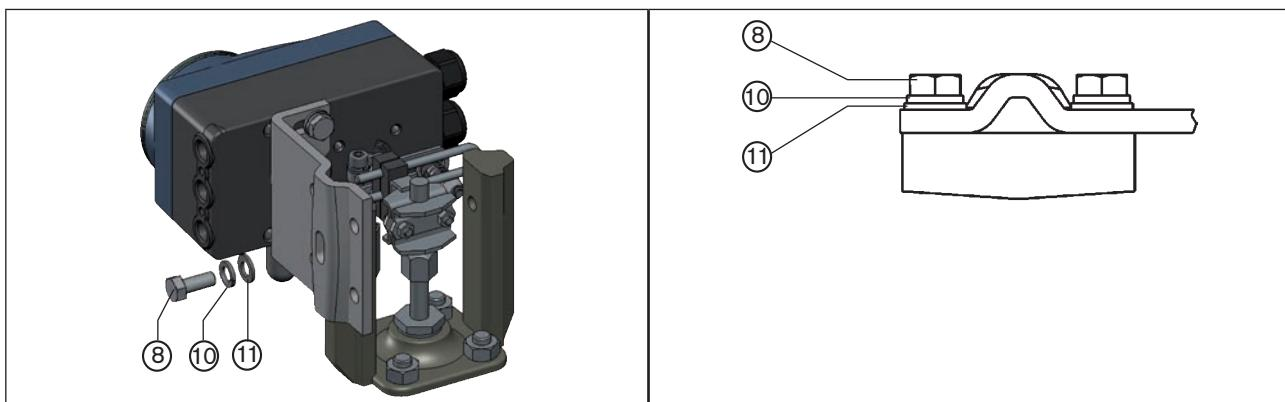

Bild 25: Positioner mit Anbauwinkel befestigen; bei Anrieben mit Gussrahmen
→ Anbauwinkel mit einer oder mehreren Sechskantschrauben ⑧, Scheiben ⑪ und Federringen ⑩ am Gussrahmen befestigen (siehe „Bild 25“).